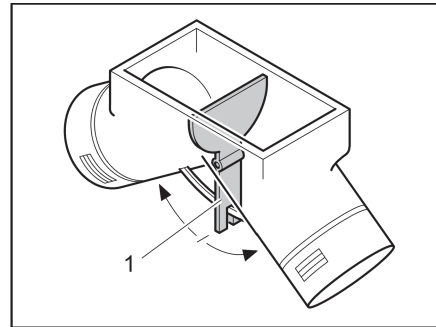

Fig. 107 Ventilateur à air pulsé, vanne de réglage en position intermédiaire
En position intermédiaire, l'air chaud se répartit uniformément sur les deux sorties à air chaud. Le levier de commande (Fig. 107,1) pour la vanne de réglage est installé sous le portillon de la penderie.
- Pousser le levier de commande (Fig. 107,1) dans le sens de la flèche jusqu'à obtention de la position désirée.